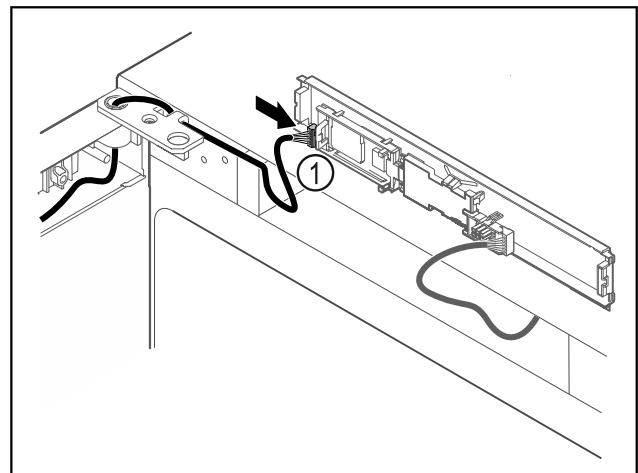

Fig. 63
- ▶ Συνδέστε το φις Fig. 63 (1) στην πλακέτα.